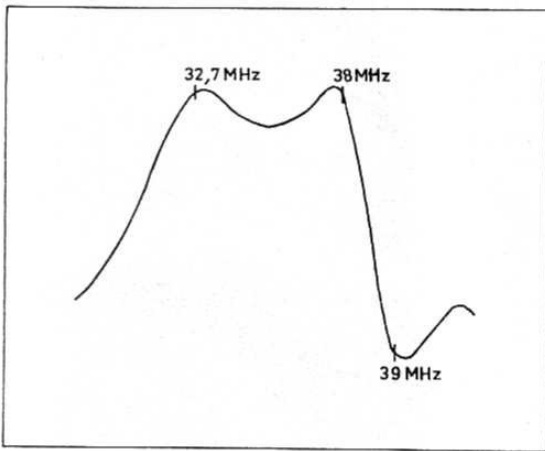

Fig.2
- Régler la bobine 6368 pour un maximum d'amplitude vers 35 MHz (fig. 2).